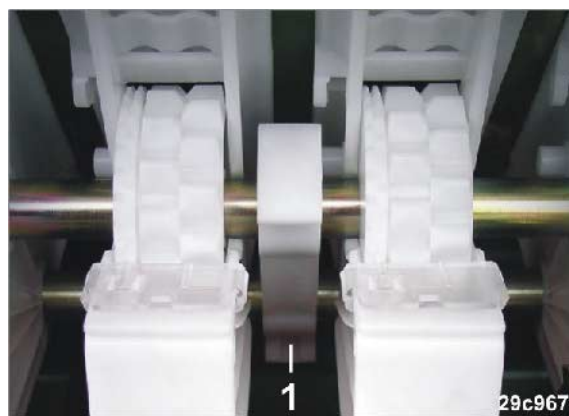

Рис. 235
3. Откройте прижимные опоры высевающего вала (Рис. 235/1).